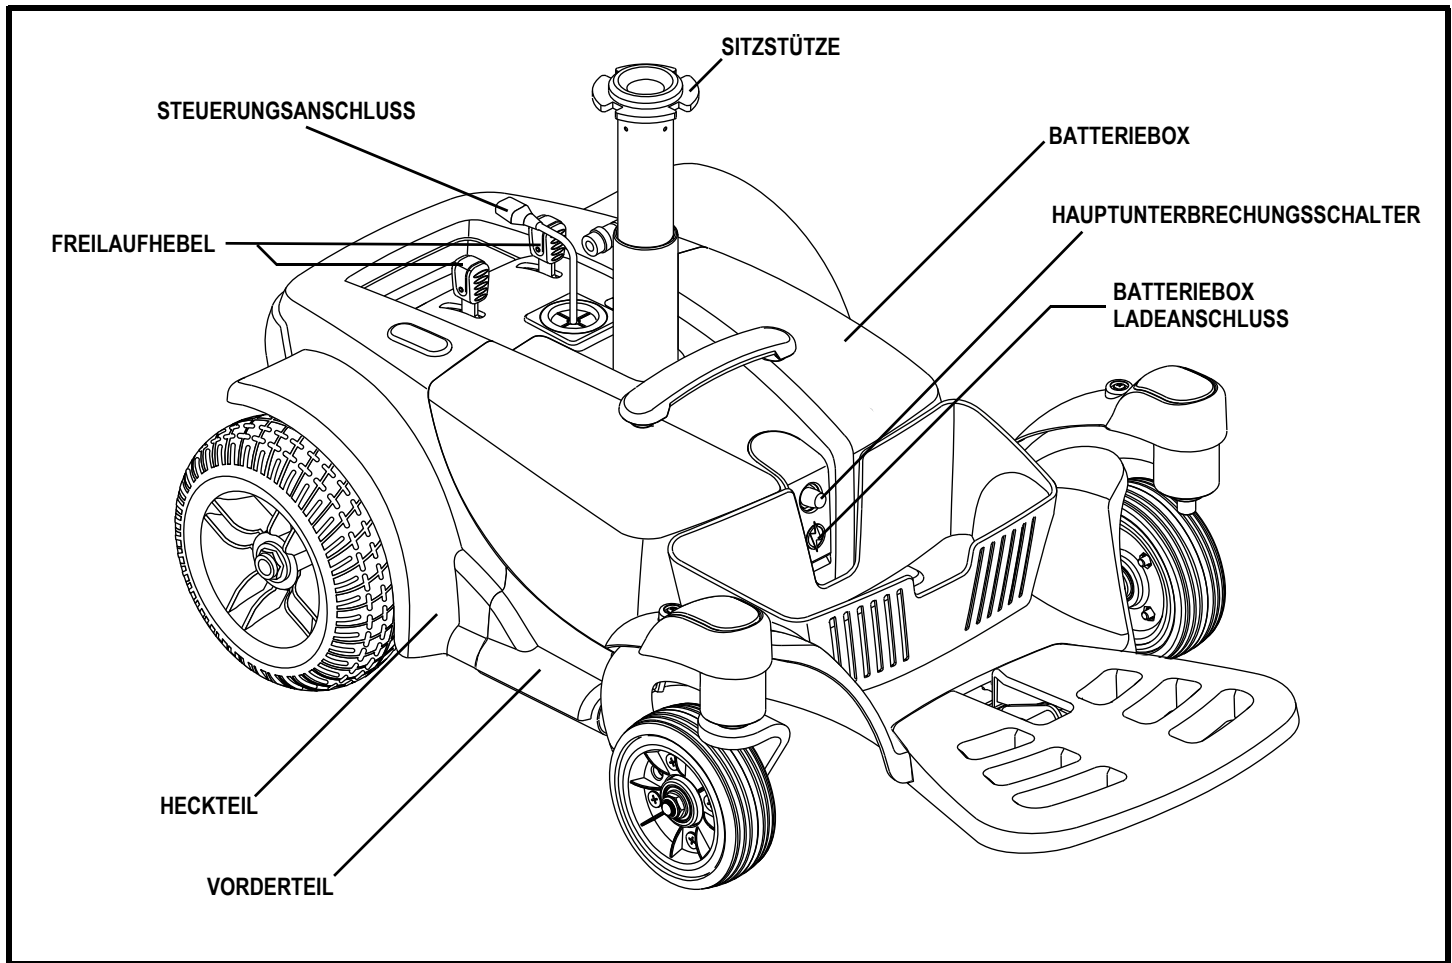

Abb. 6. Die Go-Chair Antriebseinheit
Die elektrischen Baugruppen befinden sich auf dem Fahrgestell. Der Hauptunterbrechungsschalter befindet sich an der Vorderseite der Batteriebox. Der Anschluss für die Steuerung befindet sich an der Rückseite des Fahrgestells. **Siehe Abb. 6.**
5. Verbinden Sie den Steuerungsanschluß mit dem Fahrgestell. **Siehe Abb. 6.**
7. Installieren Sie den Sitz und verbinden Sie den Steuerungsanschluss wieder mit dem Fahrgestell. **Siehe Abb. 6.**